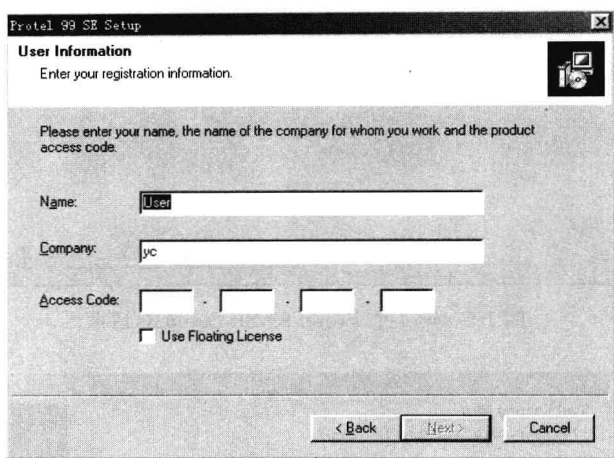

图 1-3 输入序列号
② 单击“Next”按钮,屏幕弹出用户注册对话框,提示输入序列号及用户信息,如图 1-3 所示。在该对话框中的“Name”文本框中输入用户名;“Company”文本框中输入单位名称;“Access Code”文本框中输入供应商提供的序列号。